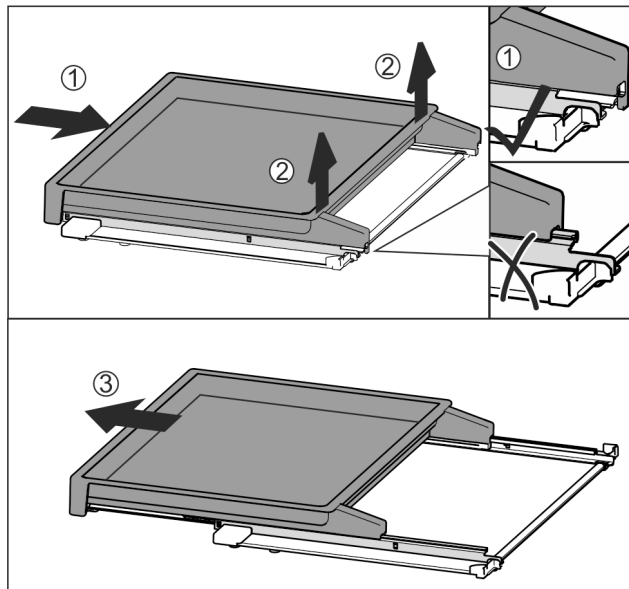

Fig. 96
- ▶ Wsunąć całkowicie wysuwaną półkę Fig. 96 (1).
- ▶ Zwolnić zatrzask po tylnej stronie Fig. 96 (2).
- ▶ Wyjąć wysuwaną półkę do przodu Fig. 96 (3).